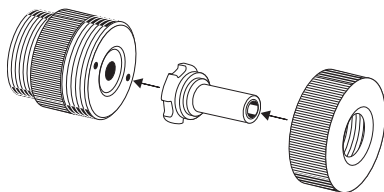

рис. 1
2. Вставить многоразовый расширитель (F) фланцем к инструменту в выдвижную головку (Е) как на рис. 1 Прикрутить кольцо (G). Прикрутить головку на раструбный инструмент ВЕ32 18 V, рис. 2.